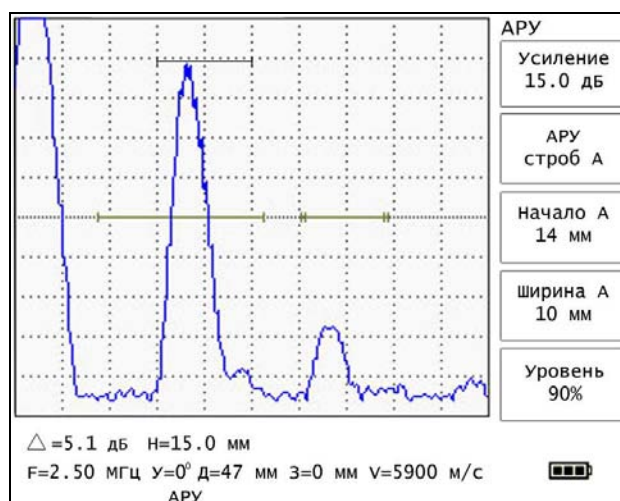

Рис. 5.18.
5.5.12. Меню «**АРУ**» содержит следующие параметры (рис. 5.18).